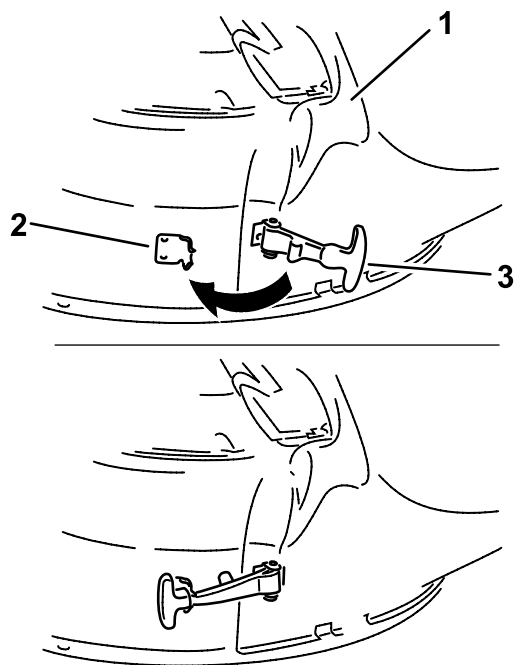

Figura 17
5. Zakačite fleksibilnu bravu na bacaču za sigurnosnu kopču zavarenu za kućište kosilice (Figura 17).